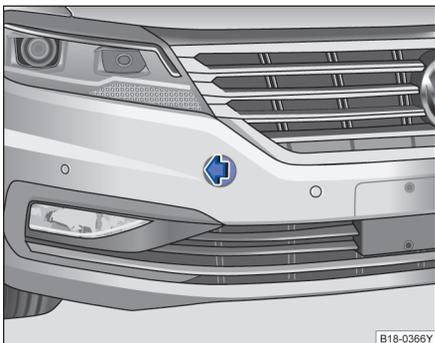

图 174 在保险杠的右前部：拆卸盖板
- 按压盖板的左侧区域 ⇒ 图 174 (箭头)，松开盖板的卡扣。